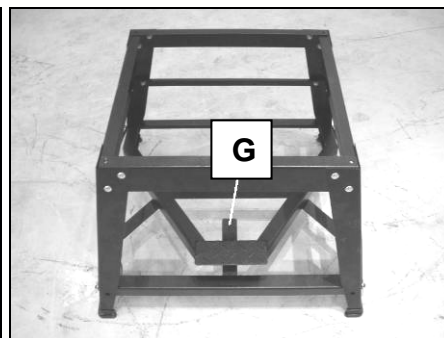

Fig 23
- Positionnez la machine, puis appuyez sur la patte (G) de façon à débrayer les roulettes (Fig 23).